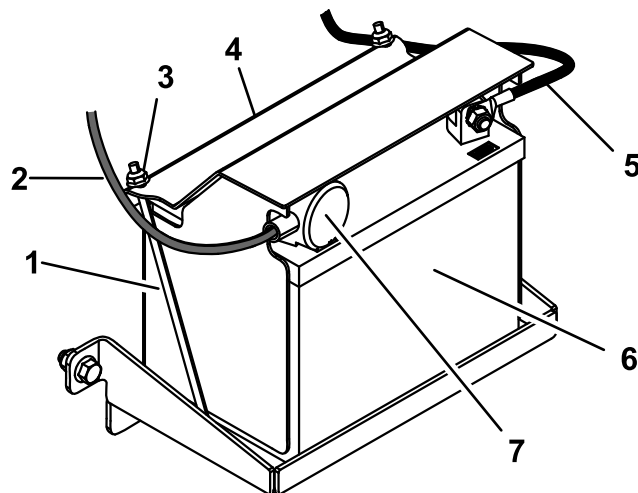

Figura 27
1. Coloque la batería en la bandeja y sujételo con la tapa de la batería, 2 varillas de sujeción, y 2 tuercas (Figura 27).
4. Deslice la cubierta de goma roja sobre el borne positivo de la batería (Figura 27).